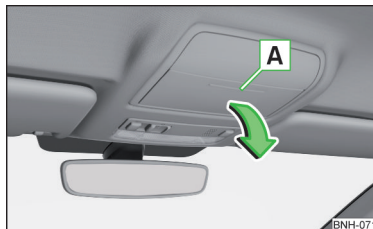

Abb. 85
- › Zum **Öffnen** auf den Deckel des Brillenfachs im Bereich **A** drücken. Das Fach klappt in Pfeilrichtung » Abb. 85.